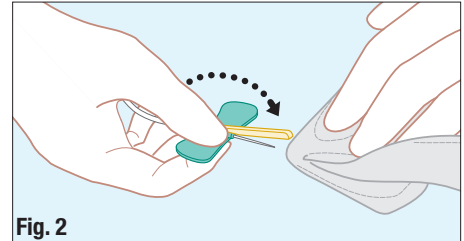

Fig. 2
9. Flip the safety shield forward toward needle. Grasp the wing with your thumb on top of the shield and your index finger under the wing. Completely remove the needle from the puncture site and apply digital pressure to the site using a sterile gauze pad. (Fig. 2)
9. Faites basculer la gaine de sécurité vers l'aiguille. Prenez les ailettes en plaçant votre pouce par-dessus la gaine et votre index sous les ailettes. Retirez complètement l'aiguille du point de ponction et appliquez une pression sur ce point avec un tampon de gaze stérile (**fig. 2**).